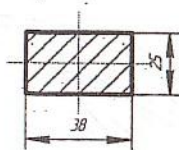

Рис. 3
6.10 Разметить, затем вырезать прямоугольные отверстия в удобном для водителя месте под рамки переключателей в соответствии с рис. 3.